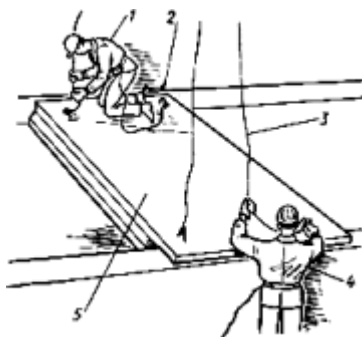

Рис.6. Схема расстропки лестничной площадки
12. Рабочий, выполняющий монтажные работы, старший в звене дает сигнал машинисту крана ослабить стропы 3(рис.6).